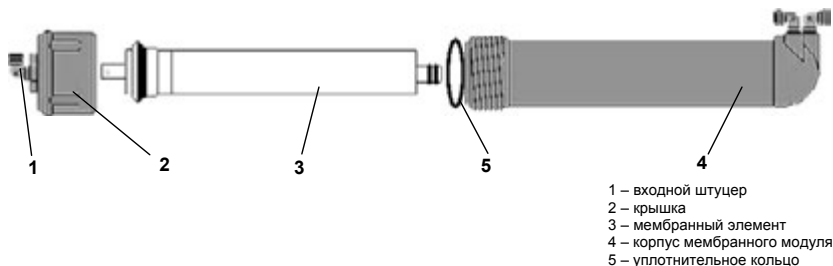

Рисунок 6. Блок обратного осмоса
6. Элемент сменный мембранного типа (мембранный элемент), производительностью 50 галлонов в сутки (Рис. 6, поз.3)	1 шт.
5.4 Установка мембранного элемента в корпус (Рис. 6)
Для замены мембранного элемента (см. рис. 6):